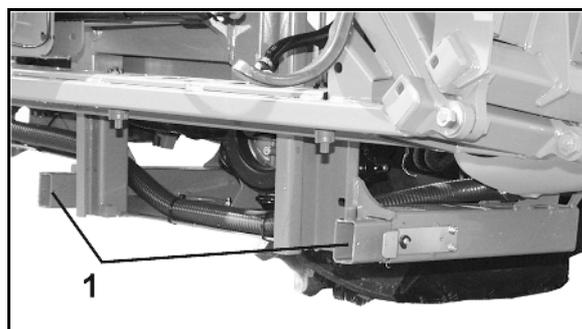

Fig. 37
- Una vez acoplada la máquina, replegar los apoyos de estacionamiento (Fig. 37/1) soltando primero el cerrojo.